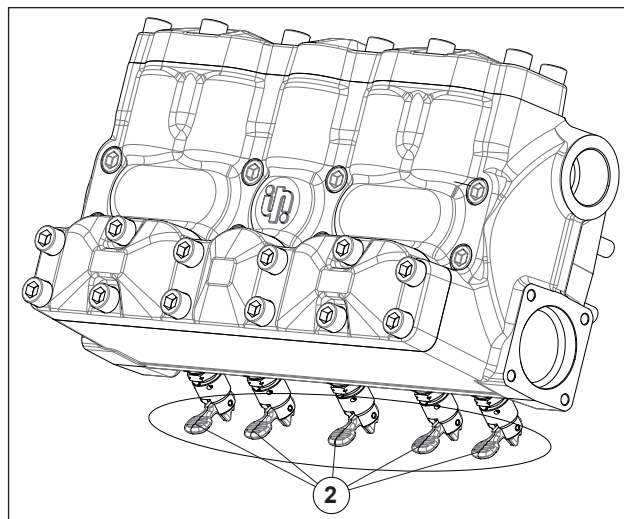

Fig. 11
En caso de almacenamiento prolongado o inactividad durante un largo periodo, controlar el buen funcionamiento de las válvulas de aspiración abriendo los tres dispositivos alza válvulas (ver pos. ② Fig. 11). Comprobar que las válvulas estén cerradas antes de poner en marcha la bomba.